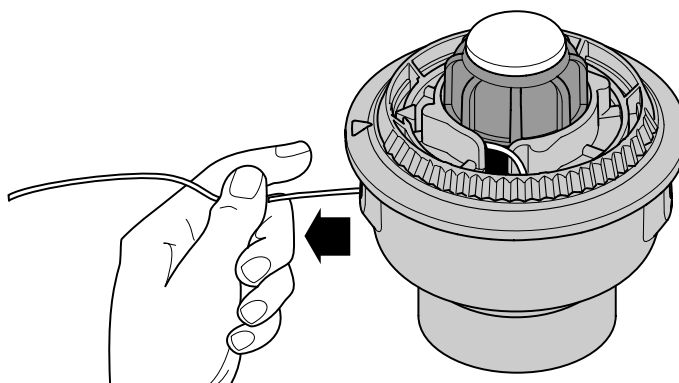

Fig. 49
6. Saque la línea de la bobina exterior hasta que esté tirante contra el carrete interior (Fig. 49).